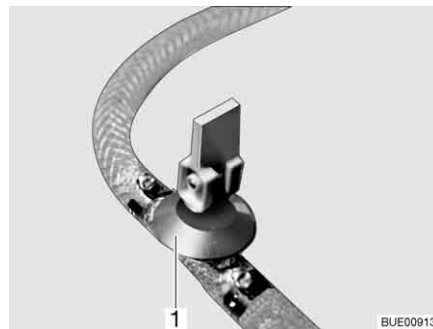
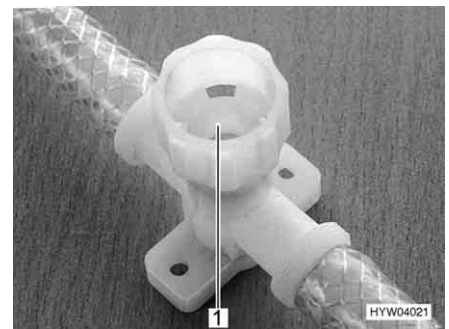

Bild 203 Ablasshahn (mit Kipphebel)
Bild 204 Ablasshahn (mit Drehkappe)
- Alle Ablasshähne öffnen. Dazu den Kipphebel des Ablasshahns (Bild 203,1) senkrecht stellen oder die Kappe des Ablasshahns (Bild 204,1) entgegen dem Uhrzeigersinn drehen.